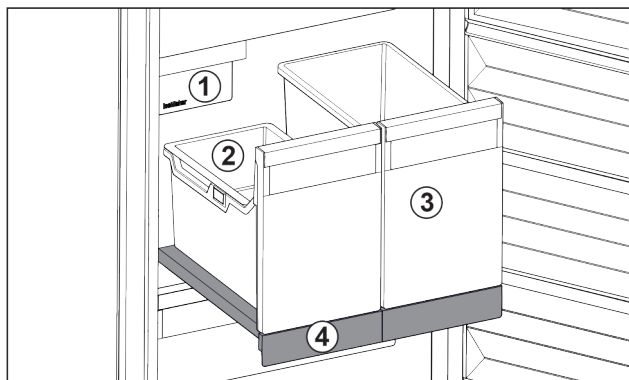

Fig. 98 Vysouvací přihrádka s IceTower
Na vysouvací přihrádce jsou dvě vysoké nádoby (IceTower). V nádobě Fig. 98 (2) se shromažďují a skladují kostky ledu z IceMaker. Nádoba Fig. 98 (3) se hodí pro skladování vysokých potravin jako pizzy nebo alkoholické nápoje.